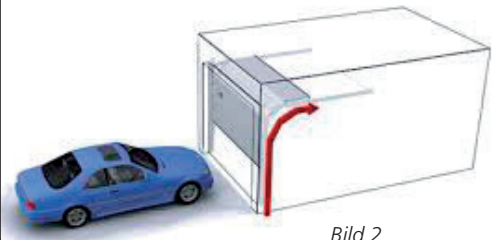

Bild 2
- Taksjutport monteras alltid på insida vägg/karm. Se bild 2.